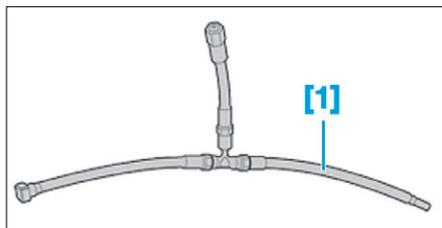

FIG. 56
- [1]. Raccords pour purge filtre à gazole (réf : 1604-T et 4215-T) (Fig.56).